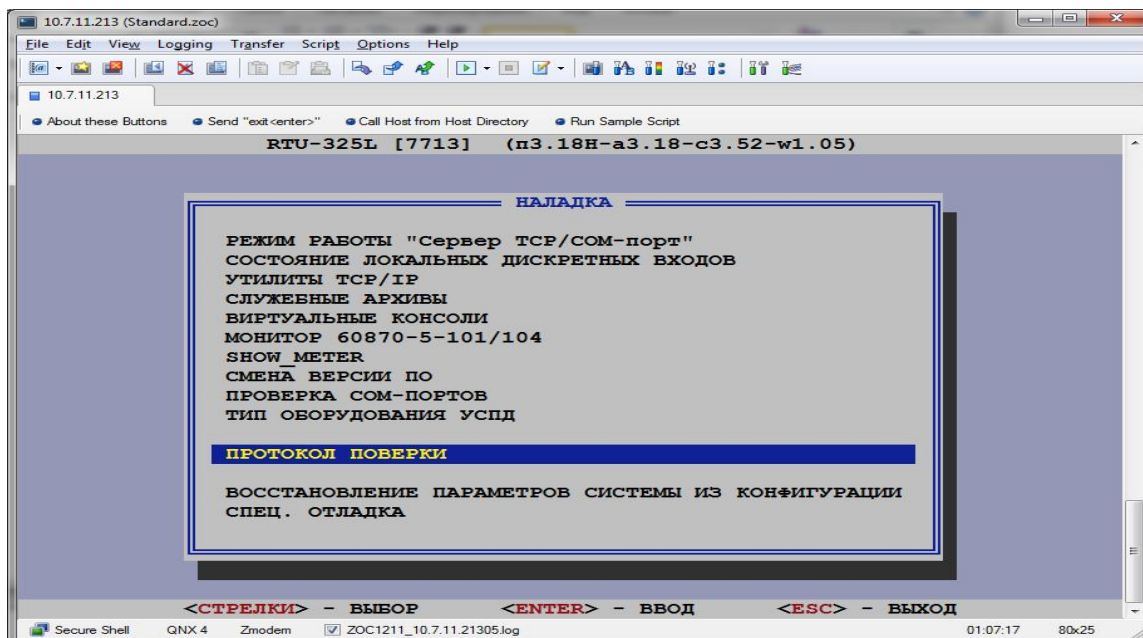

Рисунок 33
- 1) Войти в процедуру метрологической поверки встроенного программного обеспечения УСПД (описание см. выше). После входа на экране будет представлен протокол последней поверки. В пункте «Наладка...» → «Протокол поверки» встроенного программного обеспечения УСПД (рисунок 33).